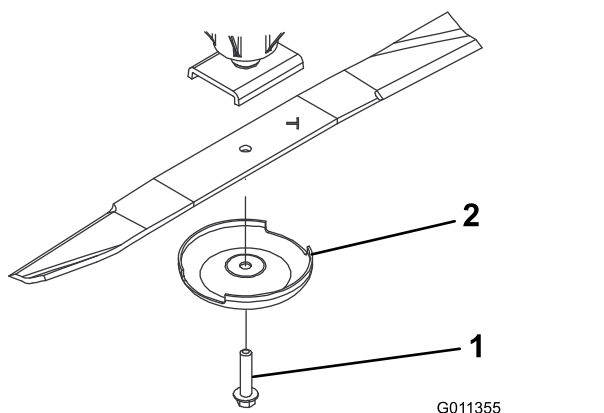

Figure 101
3. Enlevez le boulon, la coupelle de protection et la lame de l'axe de pivot (Figure 101).